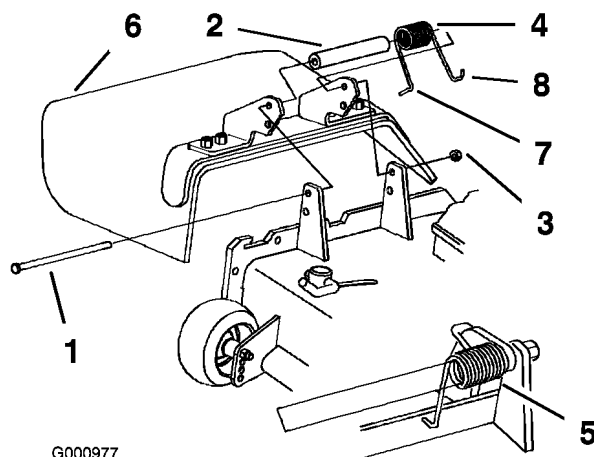

Figure 68
1. Retirez le contre-écrou, le boulon, le ressort et l'entretoise qui fixent le déflecteur aux supports de pivot (Figure 68). Enlevez le déflecteur s'il est endommagé ou usé.
Remarque: Prenez soin de placer l'extrémité en **L** du ressort derrière le bord du plateau avant de mettre le boulon en place, comme indiqué à la Figure 68.
3. Remettez le boulon et l'écrou. Accrochez l'extrémité en **J** du ressort au déflecteur d'herbe (Figure 68).